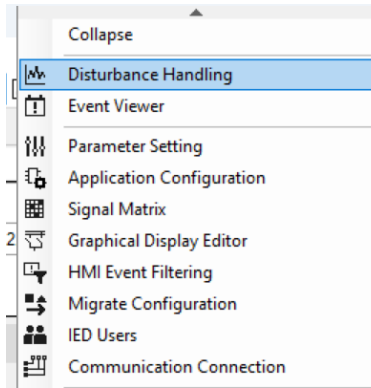

Imagen 320_Configuración de gráfica de perturbaciones.
4.2.8 Para observar de manera gráfica las perturbaciones iremos a la ventana de “*Project Explorer*”, daremos clic derecho en “*REX640*”, seleccionaremos “*Disturbance Handling*” como nos muestra la **Imagen 320**.